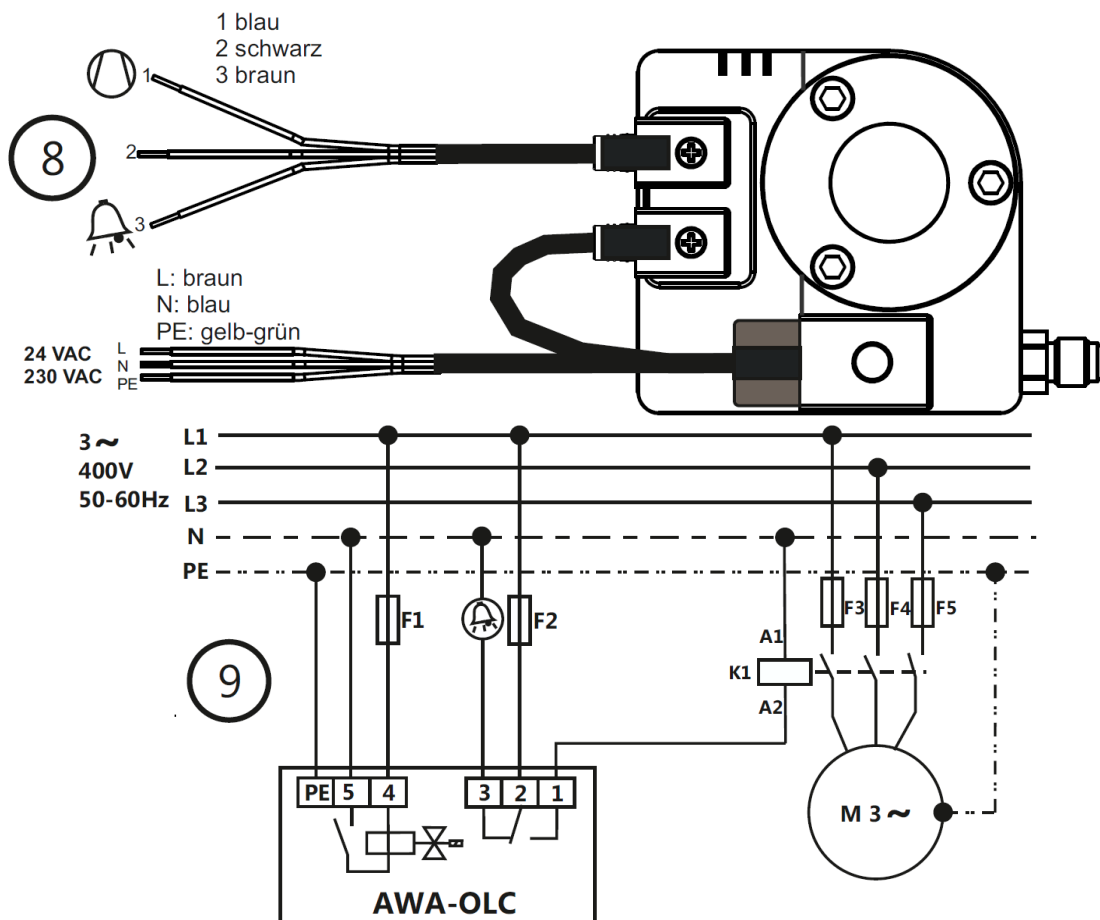

Abbildung 5: Elektrischer Anschluss
6. Ausbauraum für Spule berücksichtigen (Bild 5)